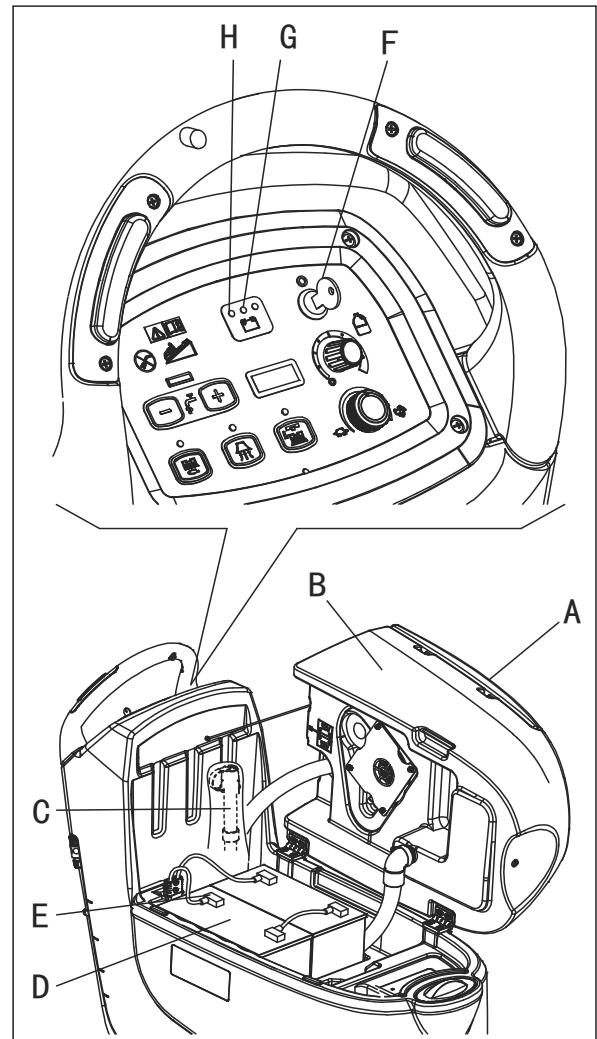
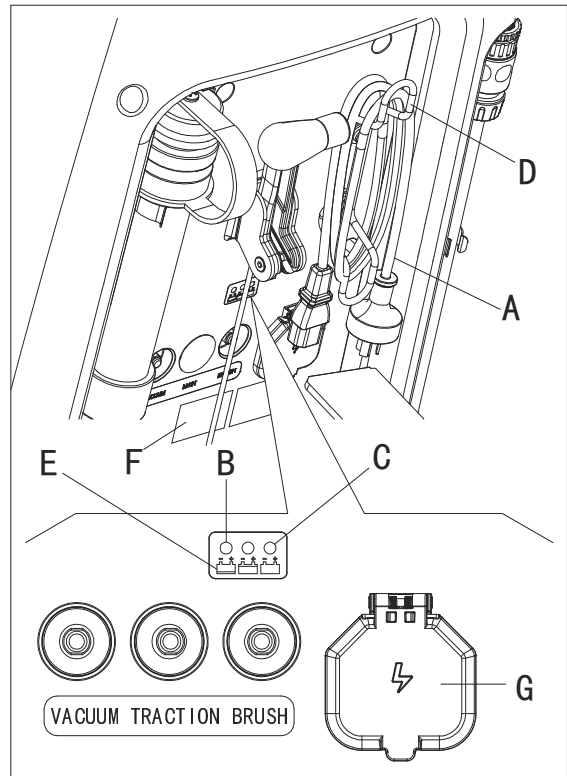

Abbildung 16
Abbildung 17
Laden Sie die Akkus auf, wenn die gelbe (G, Abb. 16) oder rote Kontrollleuchte (H) eingeschaltet ist, oder wenn die Reinigung beendet ist.
1. Öffnen Sie die Abdeckung (A, Abb. 16) und prüfen Sie, ob der Schmutzwassertank (B) leer ist, anderenfalls entleeren Sie ihn mit dem Ablaufschlauch (C).
3. Drehen Sie den Zündschlüssel (F) auf "0".
4. Heben Sie vorsichtig den Tank (B) an.
- Prüfen Sie den Elektrolytstand in den Batterien (D). Falls erforderlich, durch die Kappen (E) auffüllen.
- Lassen Sie alle Batteriedeckel (E) offen für die nächste Befüllung.
- Falls erforderlich, reinigen Sie die Oberseite der Batterien (D).
7. Schließen Sie das Akkuladekabel (A, Abb. 17) an das Stromnetz (G) an (die elektrische Netzspannung und Frequenz müssen mit den Werten des Akkuladegeräts kompatibel sein), wie abgebildet auf dem Seriennummernschild (F) der Maschine. Wenn das Ladegerät an das Stromnetz angeschlossen ist, werden alle Maschinenfunktionen automatisch abgestellt. Wenn die rote Kontrollleuchte (B) auf dem Bedienfeld des Ladegeräts anbleibt, lädt das Ladegerät die Akkus auf.
8. Wenn die grüne Kontrollleuchte (C) aufleuchtet, ist die Akkuladung abgeschlossen.
9. Wenn der Akkuladevorgang abgeschlossen ist, trennen Sie das Batterieladekabel (A) vom Stromnetz (G) ab und wickeln es um das Gehäuse (D).
Für weitere Informationen über den Betrieb des Ladegeräts (E, Abb. 17), beziehen Sie sich auf die entsprechende Bedienungsanleitung.